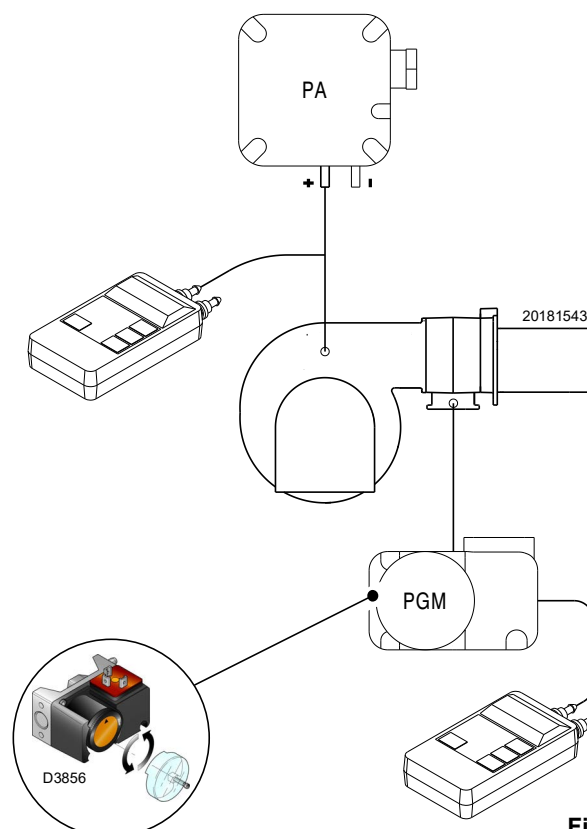

Fig. 30
- Reglați comutatorul de presiune maximă a gazului (Fig. 30 la pag. 32) la sfârșitul scalei.
Efectuați reglarea comutatorului de presiune maximă a gazului (Fig. 30) după efectuarea tuturor celorlalte reglaje ale arzătorului, cu comutatorul de presiune maximă a gazului setat la sfârșitul scării.